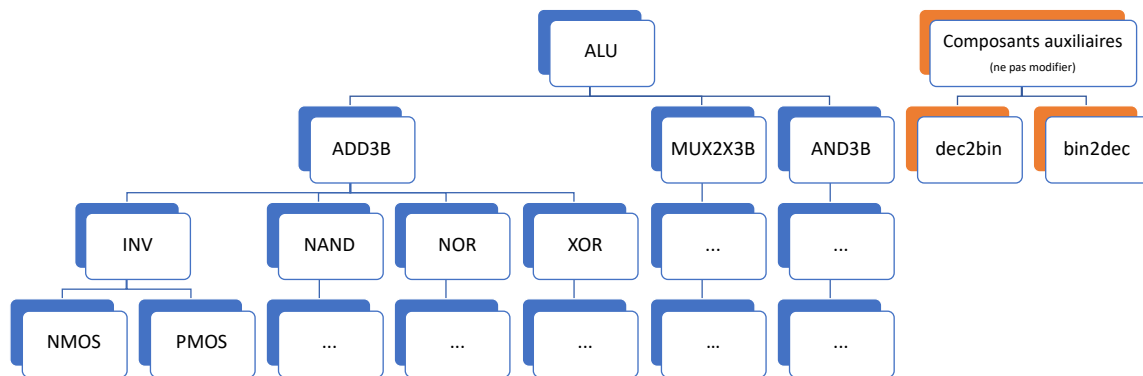

Figure 3 – Hiérarchie des composants pour la solution de la problématique
- Tous les fichiers nécessaires pour réaliser l'UAL vous sont distribués. Ceux-ci reflètent une structure hiérarchique simple telle qu'illustrée à la Figure 3.